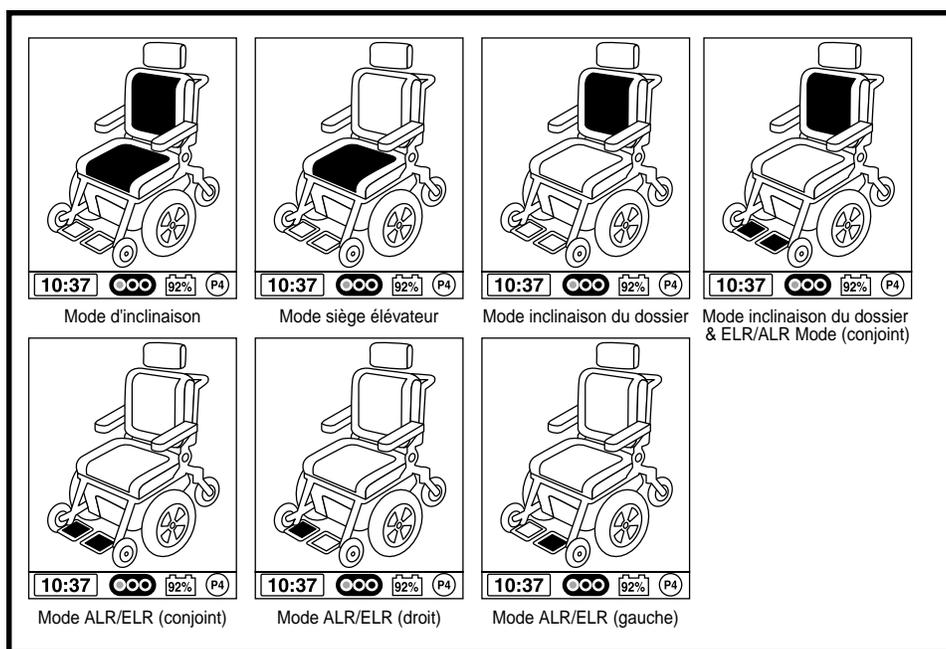

Figure 10. Fonctionnement des actionneurs - contrôleur Q-Logic
3. Poussez la manette vers la droite pour parcourir au travers des choix actionneurs jusqu'à ce que le voyant de l'actionneur désiré soit illuminé. Voir la figure 10.